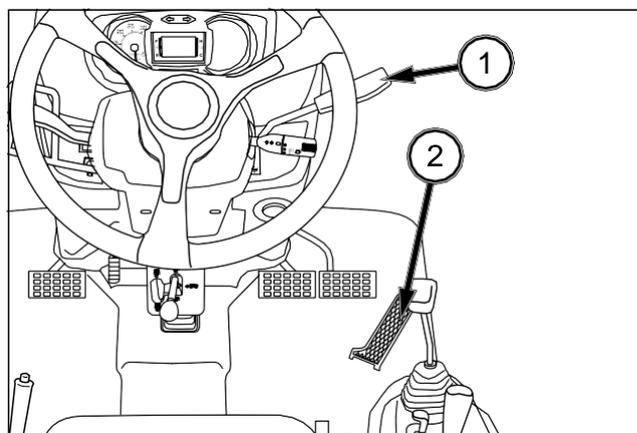

FIG. 87
FIG. 87: La palanca de aceleración manual (1) regula el régimen del motor y permanece en la posición elegida por el usuario. Si la palanca se sitúa hacia delante, el motor gira en ralentí. El régimen del motor aumenta a medida que se tira de la palanca hacia atrás.